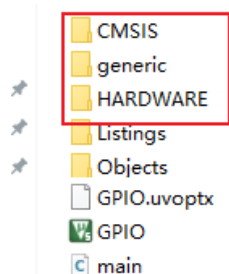

图 1.25 复制工程文件至新工程目录下
1. 首先需要将所需的文件复制至我们的工程目录下，可以找到我们提供的例程中其中名为“CMSIS”、“generic”的文件夹，这两个文件夹存放有我们所需的库文件和启动文件，然后建立一个 HARDWARE 文件，用来存放我们编写的库文件，如下图 1.25 所示。